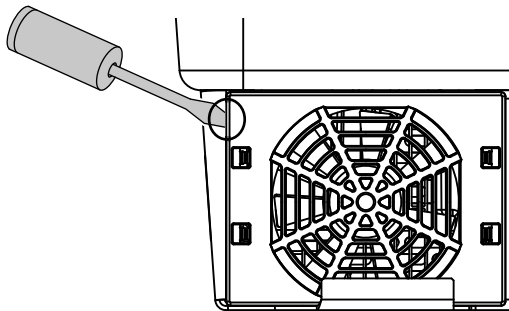

Bild 69: Lossa fläktgallret
2. Demontera fläkten. Sätt en skruvmejsel mot fläktgallrets kant och tryck lätt mot fläktgallret.  Bild 69